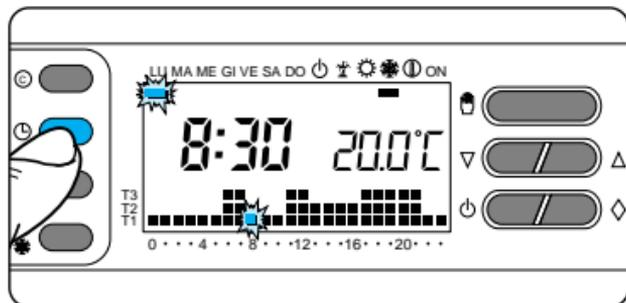

Fig. 21
3.6- Premere il pulsante  (fig.21).